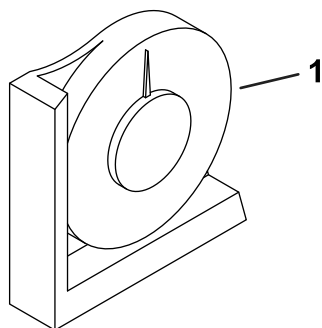

Figura 3
2. Verifique o nivelamento da máquina colocando o inclinômetro (fornecido com a máquina) na calha do chassis próximo do depósito de combustível (Figura 3).